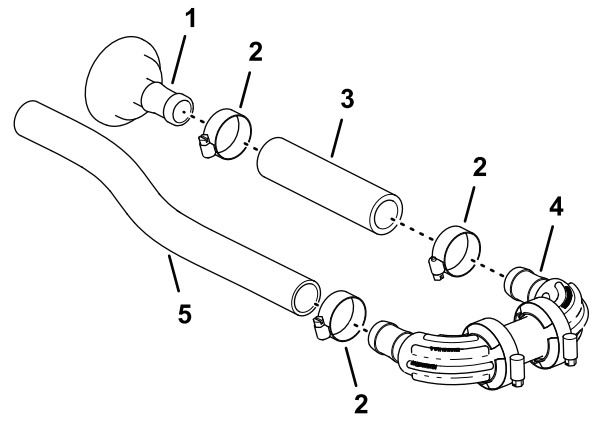

Figure 90
2. Branchez l'autre extrémité du flexible (1" x 5 3/4") au raccord cannelé du collecteur et fixez-le avec un collier comme montré à la Figure 90 ; serrez le collier à la main.
3. Branchez le flexible (1" x 16") à l'autre raccord cannelé du collecteur et fixez-le avec un collier serré à la main (Figure 90).
1. Branchez le flexible (1" x 5 3/4") sur le raccord cannelé droit (1" x 2") et fixez-le avec un collier (3/4" à 1 1/2") serré à la main (Figure 90).